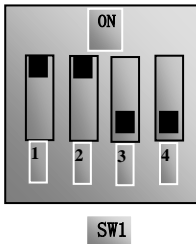

图 5-4
- (4) 对于 E600 系列 5.5KW 及以下功率变频器控制端子排附近有一个四位红色拨码开关 SW1，如图 5-4 所示。拨码开关选择模拟量输入端子 AI1 输入范围(0~5V/0~10V/0~20mA)；通过 F203 选择模拟量输入通道。出厂时拨码开关的位置如图 5-4，即 AI1 为 0~10V 输入；其它拨码开关的位置与调速方式详见下表 5-2。